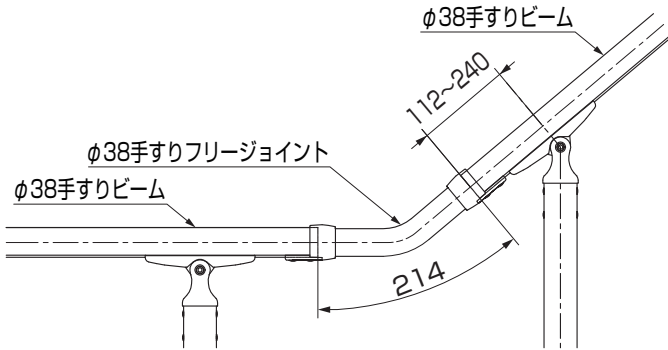

図3-5
① 図3-5を参照してφ38手すりビームを切詰めてください。